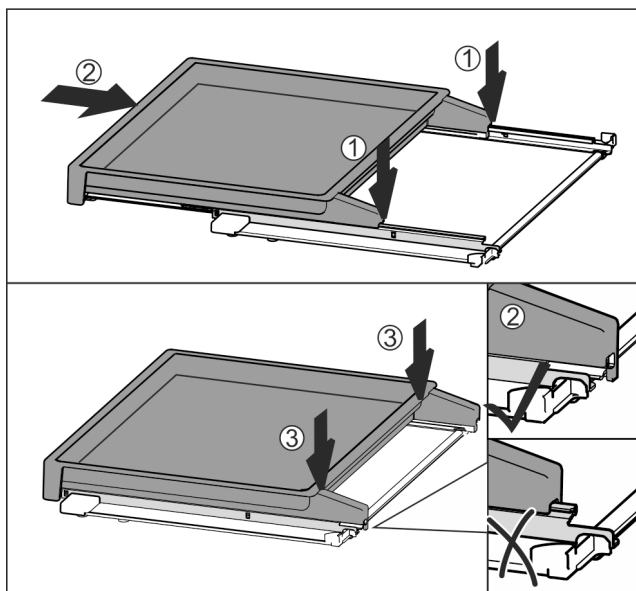

Fig. 97
- ▶ Stavite ga na sredinu vodilica Fig. 97 (1).
- ▶ Izvlačni pretinac pogurnite do kraja Fig. 97 (2).
- ▶ Pritisnite ga na stražnjoj strani tako da se čujno uglati Fig. 97 (3).